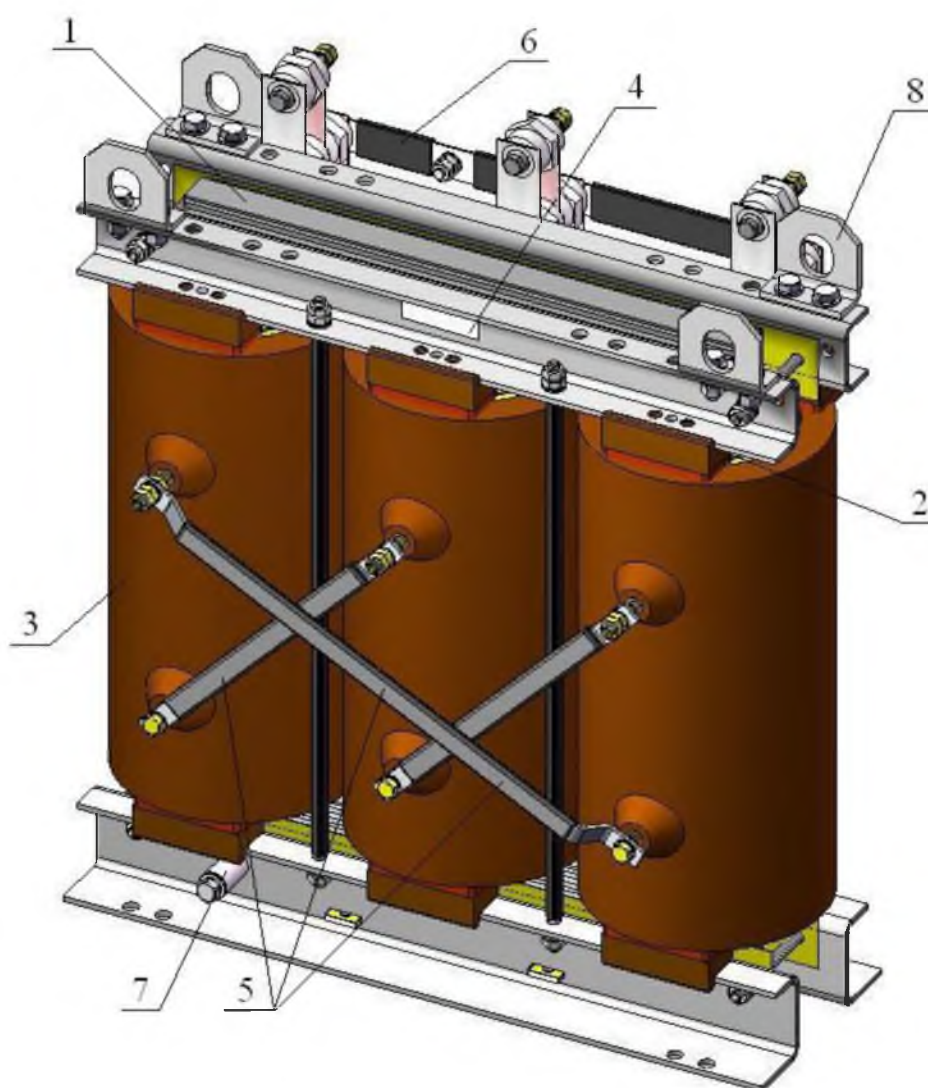

Рисунок 4 - Конструкция трансформатора типа ТЛС-СЭЩ
-00 – исполнение трансформатора без регулирования напряжения и без температурных датчиков\*, схема соединения D/YН-11 (рисунок 4);